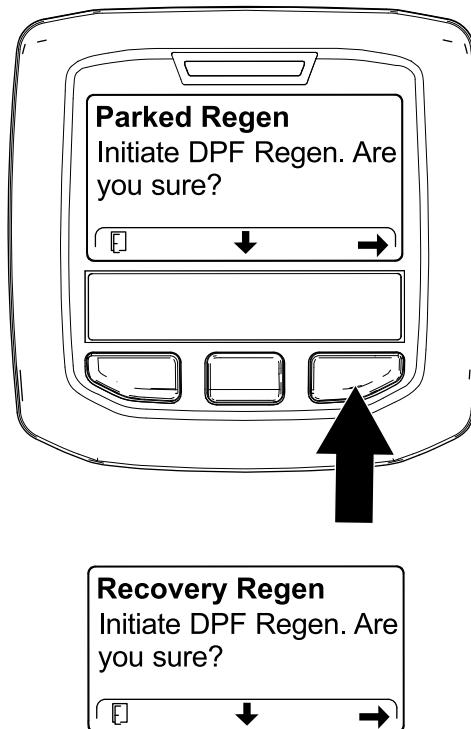

Рисунок 58
4. На экране INITIATE DPF REGEN (НАЧАЛО РЕГЕНЕРАЦИИ DPF) нажмите правую кнопку, чтобы продолжить (Рисунок 58).